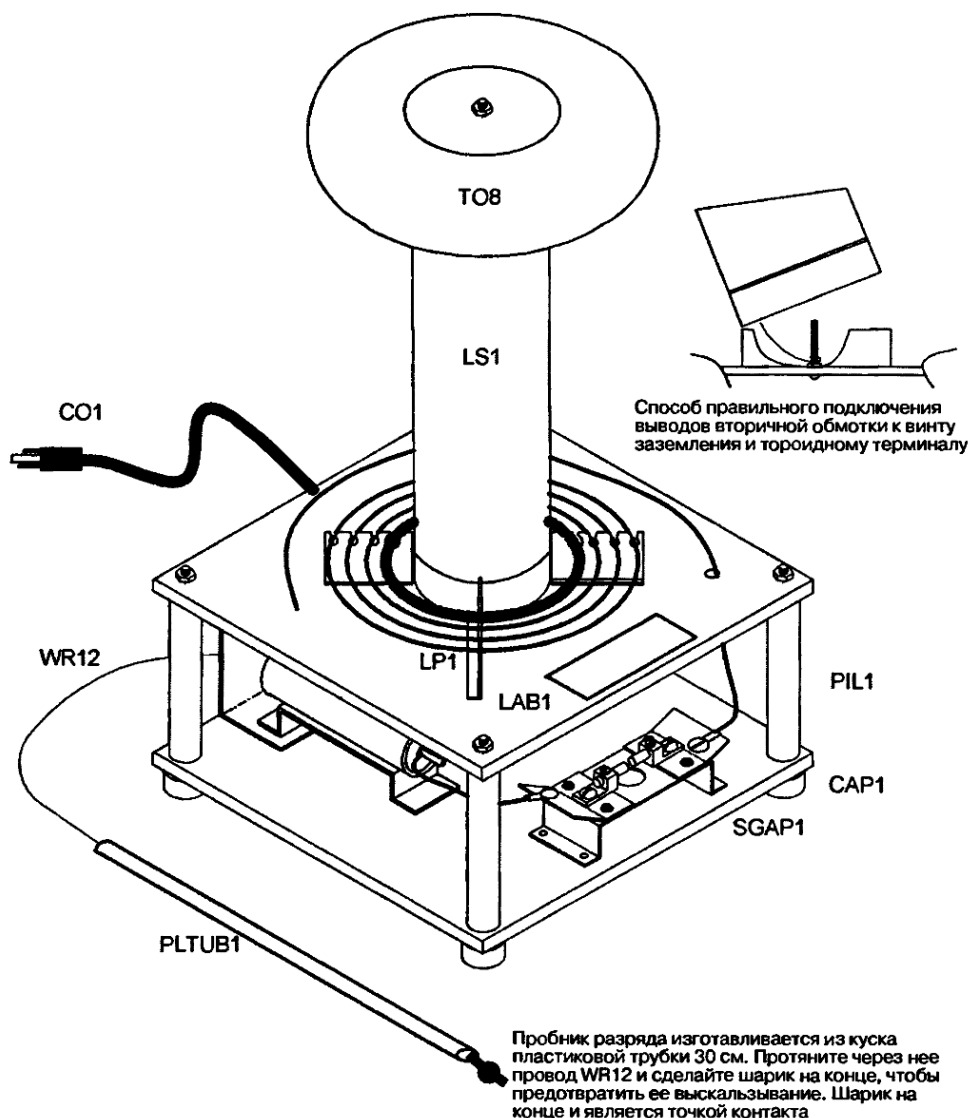

Рис. 14.3. Чертеж готовой катушки Тесла в изометрии, вид сзади
| PIL1 | 4 | PVC трубка 13,77×1,27 см для столбиков, изготовленная, как показано на рис. 14.3 | |
| PLTUB1 | 1 | Пластиковая трубка с внешним диаметром 1,9 см, длиной 25–30 см (см. рис. 14.3) | |
| LAB2 | 1 | Бирка опасности искрового разрядника (см. рис. 14.3) | |
Устройство, показанное на рис. 14.3, состоит из первичной LP1 и вторичной LS1 катушек. Катушка LS1 содержит около 500 витков, намотанных на каркас с толстыми и прочными стенками из поливинилхлорида (PVC) длиной 43,2 см. Она обладает собственной резонансной частотой, определяемой индуктивностью и емкостью, обычно около 500 кГц. Первичная цепь состоит из запускающей
8. Изготовьте четыре столбика PIL1 из PVC трубки 1,27 длиной 14,6 см (см. рис. 14.3).
19. Соберите устройство и проверьте правильность механической сборки и электрических соединений. Промаркируйте устройство, как показано на рис. 14.3 и 14.18.
21. Протяните провод отвода через соответствующее отверстие и присоедините зажим «крокодил» CLIP1. Вставьте сборку вторичной катушки в крышку CAP350, прикрепив обратный провод заземления к винту. Этот провод должен быть как можно короче, иначе в катушке может произойти пробой. Присоедините внешний зажим к верхней части катушки, используя ту же процедуру (см. рис. 14.3).
Провода, идущие к вторичной катушке, не должны образовывать ни одного витка внутри каркаса катушки, иначе могут повлечь за собой пробой и невосстановимое повреждение (см. рис. 14.3). Вид деревянного блока для фиксации проводов показан на рис. 14.4.